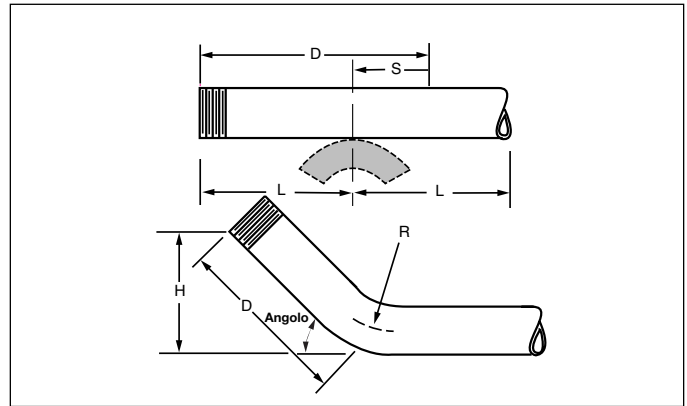

Figura 6
1. Dalla Tabella 2, trovare la distanza diagonale (D) che corrisponda alla dimensione (H) di piegatura verso l'alto. Marcare la distanza (D) dall'estremità di un tratto diritto di tubo.
2. Trovare le dimensioni del tubo nella Tabella 3 per ottenere la misura dell'arretramento (S) con l'angolo di piegatura desiderato.
3. Marcare la misura (S) sul tubo come illustrato in Figura 6.
Le marcature (B) non possono essere più vicine alle estremità della distanza (L) oppure le estremità non saranno supportate sulle scarpe porta perni (vedere la Figura 6, Esempio 3 e "Tabella 5 richiesta L").